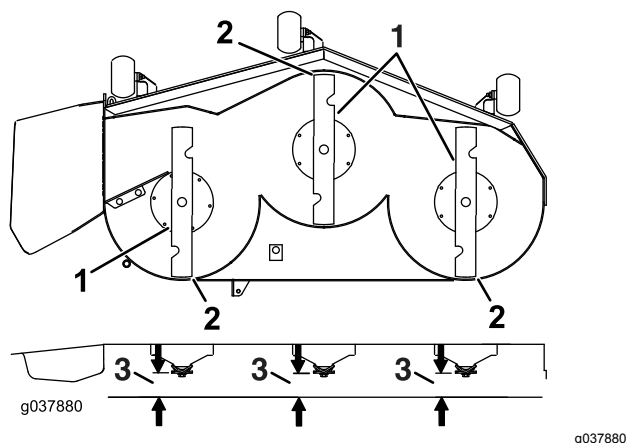

**Figura 101**
7. Mida entre la punta de la cuchilla y la superficie plana (Figura 101). Si ambas mediciones no están dentro de los 5 mm (3/16"), ajuste la nivelación; siga con este procedimiento.
14. Gire cuidadosamente las cuchillas colocándolas perpendicularmente al sentido de avance de la máquina (Figura 101).